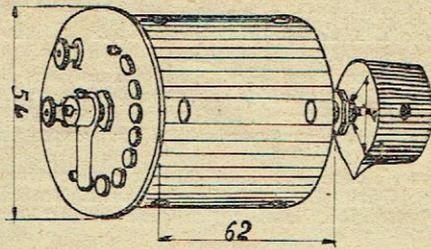

Fig. 8.
emplois que le modèle précédent. Se monte sur tableau de bois. (Voir Ferrix-Revue n° 36, fig. 8).
**Rhéostat primaire pour panneau** (fig. 8). — Résistance 300 ohms. Intensité 0,5 ampère. Ce modèle correspond comme résistance au premier décrit, mais est construit pour montage sur panneau